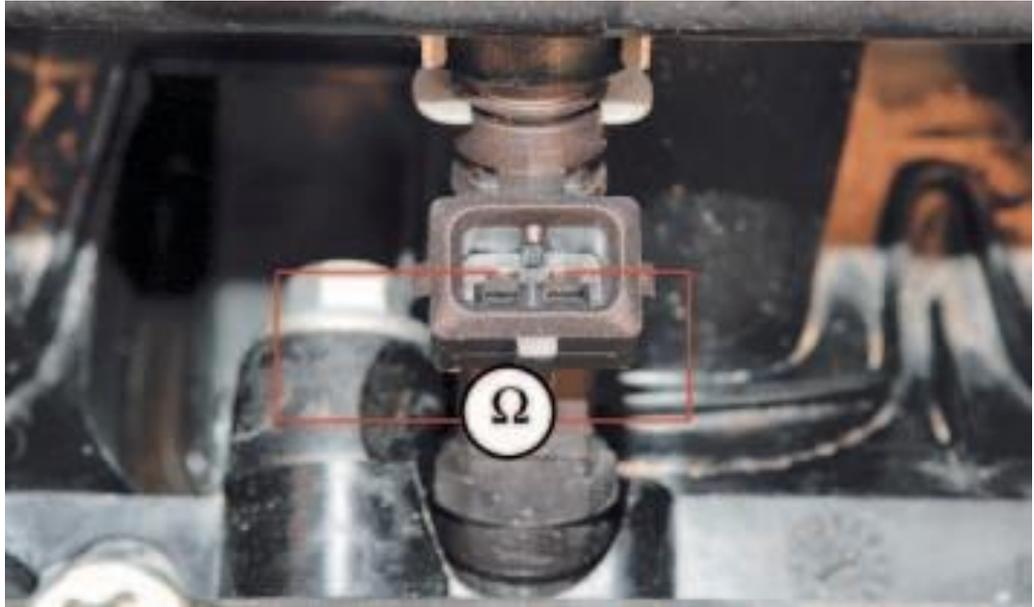

Рисунок 6 – Замер сопротивления на форсунке
5. Автомобильным тестером в режиме омметра измерьте (см.рис.6) сопротивление обмотки форсунки. При 20° С оно должно составлять 12 Ом. Если сопротивление обмотки форсунки не соответствует норме, замените форсунку, так как она неремонтопригодна.